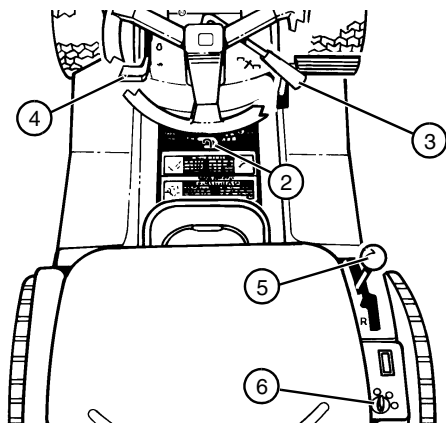

ABBILDUNG 15
- Schalthebel (5) in Neutralposition (N) bringen (siehe ABBILDUNG 15).
- PTO-Antriebshebel (3) nach hinten in die Position AUS schieben.
- Feststellbremse (2) verriegeln.
- Gashebel (4) nach hinten in die Position "Standgas" bewegen. Motor einige Sekunden mit Standgas laufen lassen.
- Zündschlüssel (6) in die Position AUS drehen.